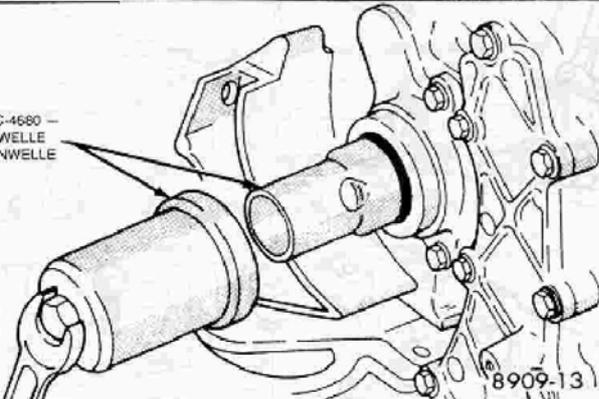

Abb. 11 — Einbau des Wellendichtrings der
(1) Die Dichtfläche des Wellendichtringes muß frei von Lackresten, Schmutzpartikeln oder Beschädigungen sein. Ggf. mit Schleifpapier der Körnung 400 polieren.
(2) Wellendichtring der Kurbelwelle mit Hilfe von Werkzeug C-6342 in den Käfig einbauen. Für die Wellendichtringe der Zwischen- und Nockenwelle wird Werkzeug C-4680 verwendet. Die Wellendichtringe sind so einzubauen, daß sie nicht überstehen (Abb. 11).